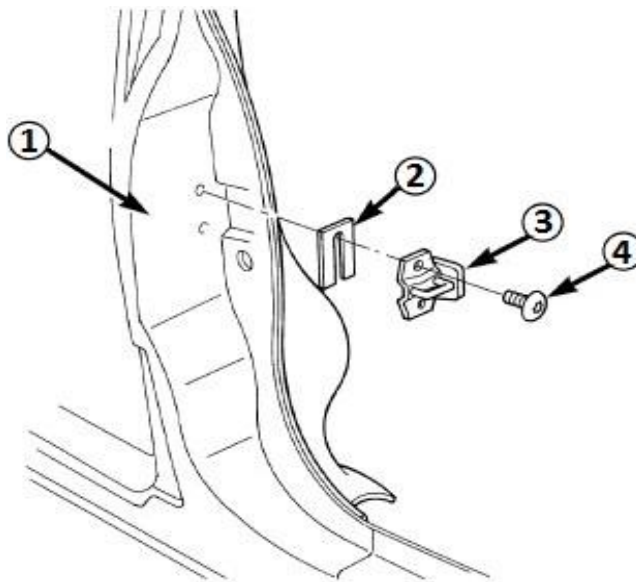

Fig. 1 Schließer der Vordertür
3. Die Einbauposition des Schließers (3) mit einem Fettstift oder Ähnlichem an der B-Säule (1) anzeichnen (Fig. 1).
4. Die beiden Schrauben (4) lösen, mit denen der Schließer (3) an der B-Säule (1) befestigt ist (Fig. 1).
5. Den Schließer (3) mittig auf dem Türriegel ausrichten. Die Schrauben (4) mit 28 N·m (21 ft. lbs.) festziehen (Fig. 1).